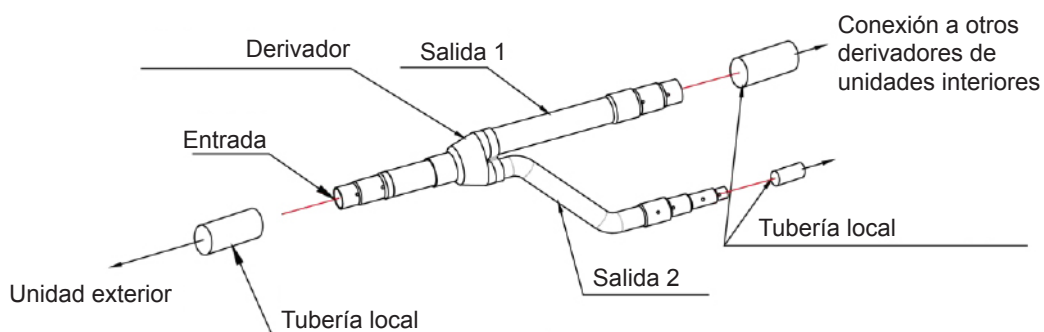

Fig. 18
- 3) Las juntas de la unidad interior, la unidad exterior y el módulo hidráulico deberán envolverse con material aislante en contacto directo con la pared de la unidad interior, la unidad exterior y el módulo hidráulico. Véase la fig. 18.